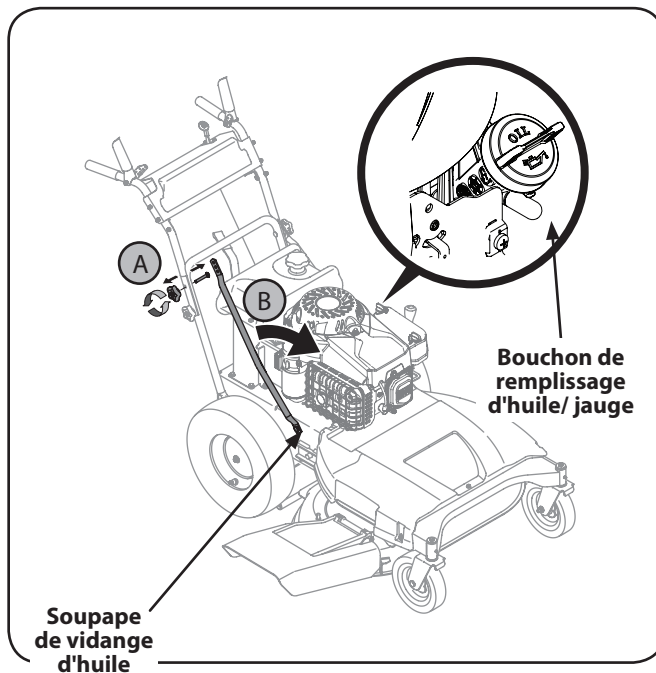

Figure 6-1
2. Retirez le bouton étoile (A) et le boulon de carrosserie (B) du côté droit de la poignée. Voir Figure 6-1.
3. Faites basculer le bras de support vers l'avant pour pouvoir brancher le boyau de vidange d'huile à la soupape de vidange. Voir Figure 6-1.
5. Enlevez le bouchon de remplissage et la jauge d'huile du tube de remplissage d'huile. Voir Figure 6-1.